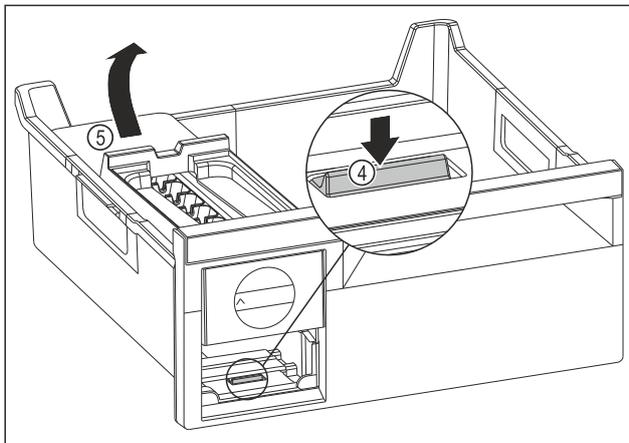

Fig. 145
- ▶ 取出 EasyTwist-Ice 机身：用手指朝下按压接片 Fig. 145 (4) 并同时从后面用另一只手提升 EasyTwist-Ice 机身 Fig. 145 (5)。